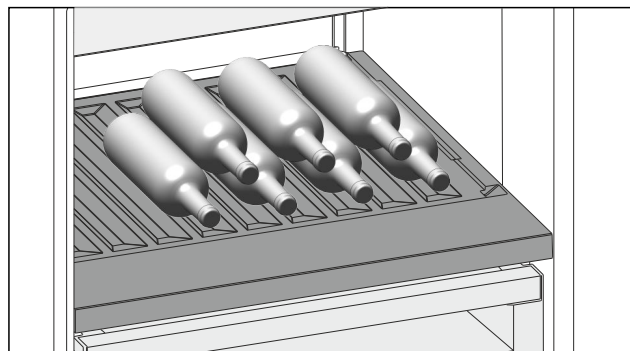

Fig. 93
- ▶ Бутылки укладывают дном к задней стенке. (см. Fig. 93)